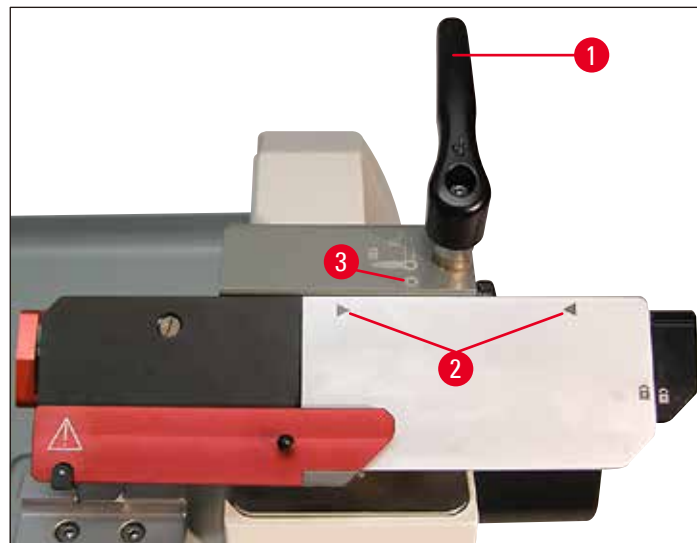

图 20
- 现在便可侧向移动刀片导轨 (→ 图 20)。如要夹紧，再次向左转动锁杆 (→ 图 20-1)。